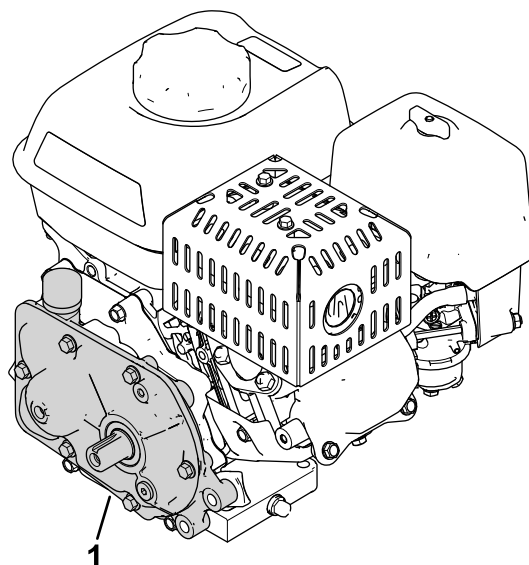

图 12
**重要事项** 发动机齿轮箱图 12 不需要维护因为它充满了高性能、长寿命的合成半流体润滑脂。